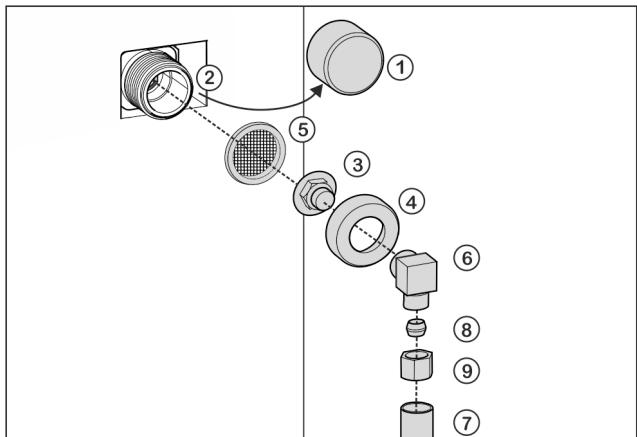

Fig. 50
- Kappe Fig. 50 (1) vom Magnetventil Fig. 50 (2) abziehen.
- Verbindungsstück Fig. 50 (3) in die Überwurfmutter Fig. 50 (4) einsetzen.
Unsachgemäßer Einbau des Wasserfilters Fig. 50 (5)! Beschädigung des Wasserfilters.
- Wasserfilter Fig. 50 (5) mit der Vertiefung nach unten in Richtung Verbindungsstück Fig. 50 (3) einsetzen.
- Überwurfmutter Fig. 50 (4) an das Magnetventil Fig. 50 (2) anschließen und festziehen.
- Winkelstück Fig. 50 (6) anschrauben.
- Wasserleitung Fig. 50 (7) (z.B. Kupfer) mit Hilfe von Klemmring Fig. 50 (8) und Mutter Fig. 50 (9) am Winkelstück Fig. 50 (6) anschließen.
- Die Wasserleitung Fig. 50 (7) mit dem Rastbügel ggf. am Gehäuse fixieren.
- Winkelstück Fig. 50 (6) zur Seite legen.
- Wasserleitung Fig. 50 (7) (z.B. Kupfer) mit Hilfe von Klemmring Fig. 50 (8) und Mutter Fig. 50 (9) am Verbindungsstück Fig. 50 (3) anschließen.